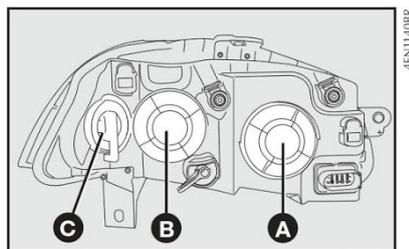

fig. 37
- 1) Girar a tampa **A-fig. 37** (para trocar a lâmpada do farol baixo) ou a tampa **B-fig. 37** (para trocar a lâmpada do farol alto) no sentido anti-horário e retirá-la;
- 6) Recolocar a tampa **A-fig. 37** ou **B-fig. 37**, girando-a no sentido horário.
- 2) Girar a tampa porta-lâmpada **C-fig. 37** no sentido horário e retirá-la.
- 4) Substituir a lâmpada e recolocar a tampa **C-fig. 37**, girando-a no sentido anti-horário.
- 1) Girar a tampa **B-fig. 37** no sentido anti-horário e retirá-la;
- 5) Recolocar a tampa **B-fig. 37**, girando-a no sentido horário.